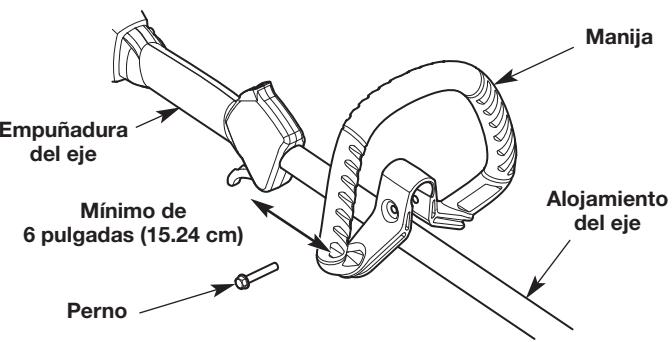

Fig. 2
- Oprima la manija hacia abajo sobre el alojamiento del eje (Fig. 2). El orificio del perno de la manija debe quedar a la derecha.
- Insera el perno en el orificio del perno y oprímalos para que pase a través de él (Fig. 2). Apriete el perno con una llave tubular de 3/8" pero no apriete por completo.
- Mientras sujetas la unidad en la posición de funcionamiento (Fig. 11), desplace la manija hasta la ubicación que le ofrece el mejor agarre. Ubíquela como mínimo a 6 pulgadas (15.24 cm) del extremo de la empuñadura del eje (Fig. 2).
- Afloje el perno con una tubular de 3/8" (Fig. 2).